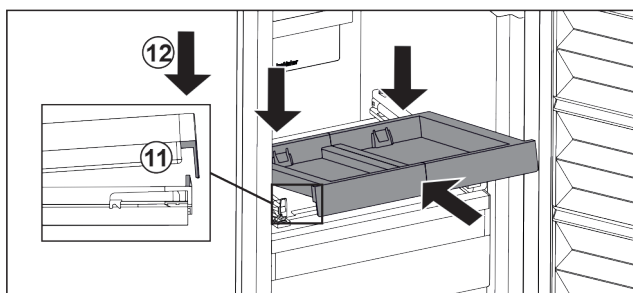

Fig. 121
- ▶ Šikmo zasuňte. Dbejte, aby byl na obou stranách doraz za západkou. Fig. 121 (11)
- ▶ Usadte vpředu vysouvací přihrádku. Fig. 121 (12)